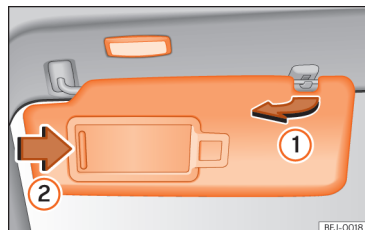

Abb. 109 Sonnenblende.
- Die Sonnenblende kann aus der Befestigung entnommen und zur Tür gedreht werden »» (Abb. 109) ①.